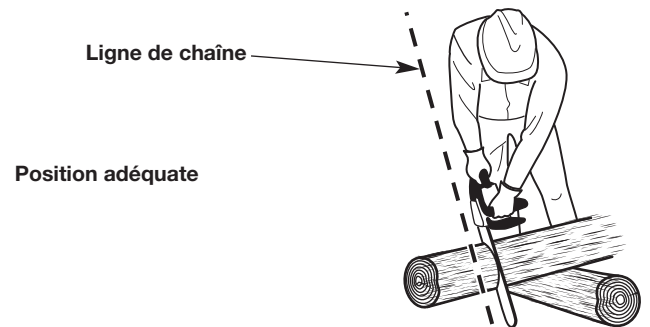
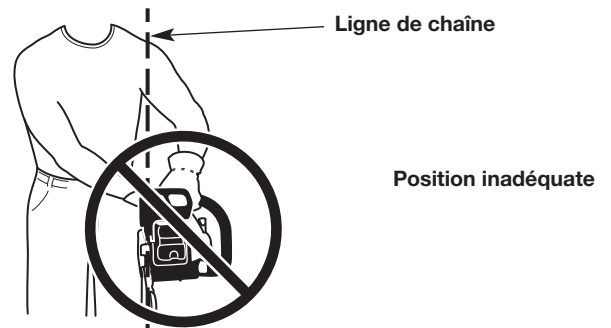

Fig. 5
Fig. 6
- Utilisez ces placements de main que l'opérateur soit gaucher ou droitier. Cela permettra de garder l'opérateur légèrement sur la gauche de l'appareil et à l'écart de la ligne directe de la tronçonneuse en cas de rebond (Fig. 5 et Fig. 6).